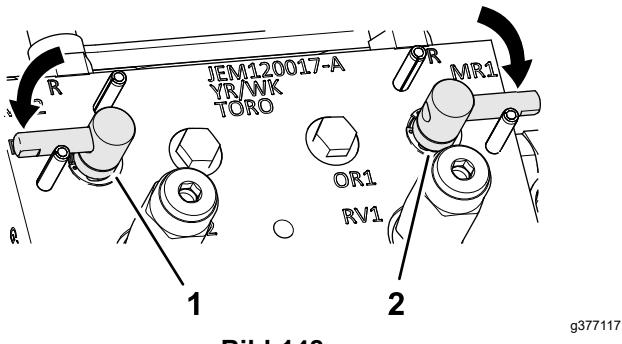

Bild 148
3. Stellen Sie die Läpphebel in die F-Stellung (mähen) (Bild 148).